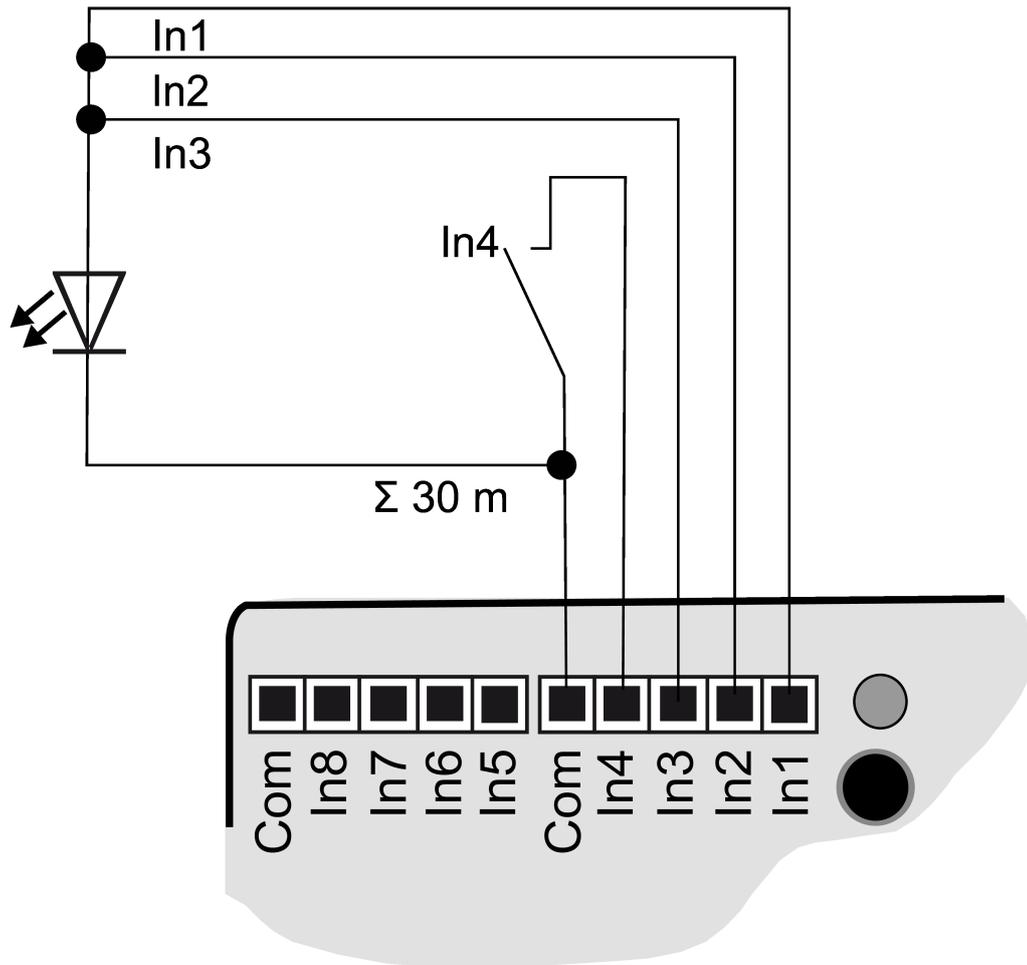

Figure 5: Exemple de raccordement avec des sorties en parallèle
- i** Pour l'augmentation du courant de sortie, il est possible de brancher des sorties en parallèle avec le même paramétrage, dans l'exemple (voir figure 5) In1-In3 sont ici branchés en parallèle.